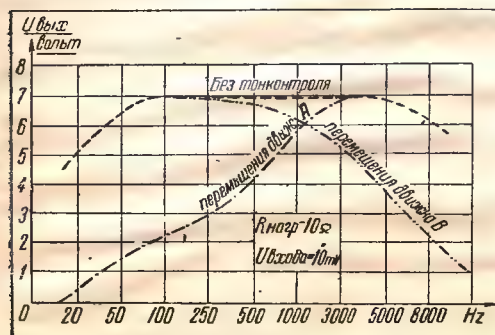

Рис. 3. Действие системы тонконтроля усилителя мощностью 5 W
В усилителе имеются регулятор громкости (1) и тонконтроль (6, 7, 20 и 21). В данном усилителе применяется так называемая комбинированная система тонконтроля, дающая лучшие результаты, чем простейшая система, примененная в усилителе мощностью в 2 W. На рис. 3 приведены графики, поясняющие действие примененной системы